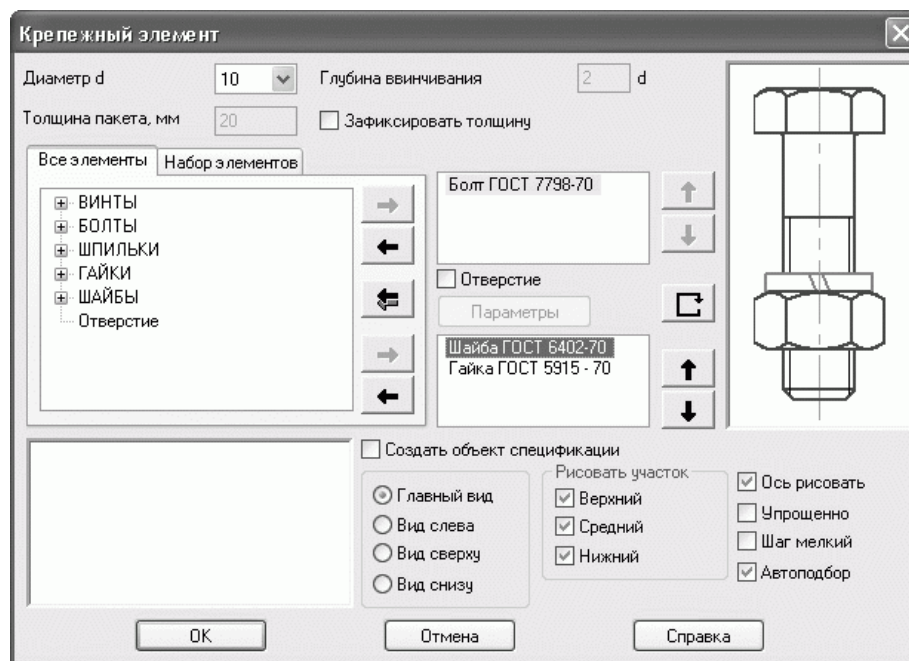

Рис. 2.119. Диалоговое окно Крепежный элемент
Для предотвращения отвинчивания болтов, соединяющих корпус с крышкой, при ударных или вибрационных нагрузках на редуктор под гайку перед закручиванием устанавливается упругая шайба. Изображения стандартных шайб, как и болтов и гаек, можно вставить из конструкторской библиотеки системы КОМПАС-График. Однако не спешите помещать в чертеж по отдельности все элементы, формирующие болтовое соединение (крепежный элемент). В той же конструкторской библиотеке есть специальная команда (не входящая ни в одну из групп) – Крепежный элемент. После ее выбора появится диалоговое окно, позволяющее настроить внешний вид и характеристики создаваемого крепежного элемента (рис. 2.119). На вкладке Все элементы вы можете выбирать любые стандартные элементы крепежа, после чего при помощи кнопки Добавить ➡ (или простым перетаскиванием) добавлять их в состав своего крепежного элемента. Задайте такие настройки крепежного элемента: болт по ГОСТ 7798—70, шайба по ГОСТ 6402—70 и гайка по ГОСТ 5915—70. Обратите внимание, что шайба и гайка размещены в нижнем списке, что указывает системе на необходимость размещения этих элементов внизу болта, а не у его головки. Установите переключатель в положение Главный вид, а в области Рисовать участок снимите флажок Средний. Если этот флажок уставлен, значит, в изображении крепежного элемента болт будет отрисован от основания головки до шайбы. Поскольку на главном виде все крепежные элементы будут изображены без разреза, то нам эта часть изображения не нужна (ее все равно пришлось бы удалять вручную). Сняв данный флажок, вы автоматически избавитесь от части изображения болта, невидимой за фланцами крышки и корпуса.
3. Выберите в конструкторской библиотеке объект Крепежный элемент. Появится диалоговое окно (см. рис. 2.119).